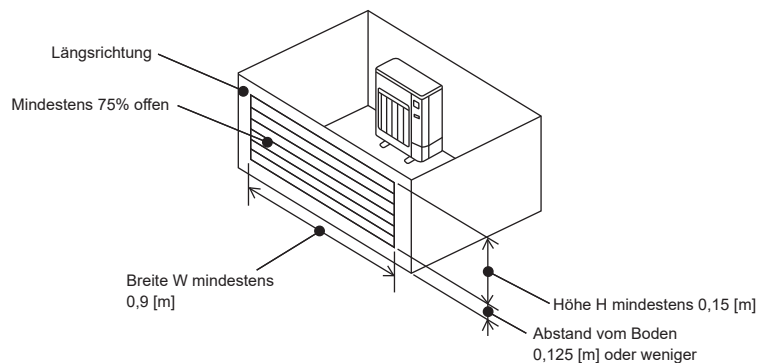

Abb. 2-18
- Installieren Sie Außengeräte an einer Stelle, an der die Bedingungen in Abb. 2-18 erfüllt sind.